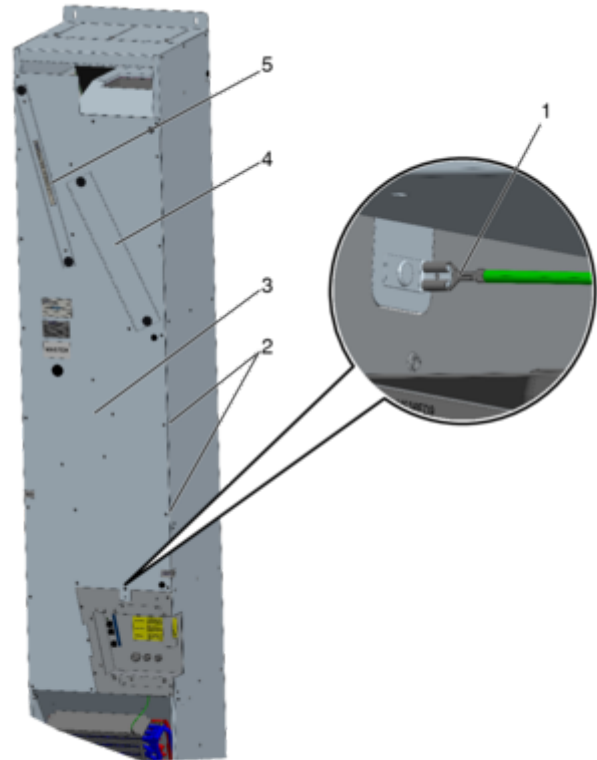

Abb. 41: Gerätedeckel montieren
- ▶ Schutzleiter (Abb. 41 /1) am Gerätedeckel anbringen und am Lüftungsgerät (Abb. 41 /3) aufsetzen. Den Gerätedeckel mit den Kreuzschlitzschrauben (Abb. 41 /2) verschrauben.
- ▶ Abluftfilter (Abb. 41 /5) einsetzen (Abb. 41 /4) und Deckel vom Außenluftfilter demontieren Abb. 41 .